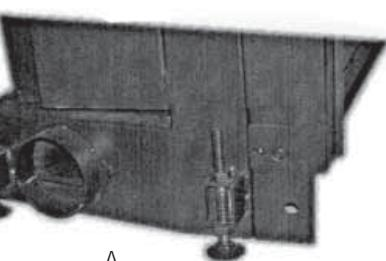

Abb. 6
DIE CRISTAL dürfen nur in Räumen montiert werden, in denen eine ausreichende Zufuhr von Verbrennungsluft vorhanden ist. Für einen einwandfreien Betrieb des Kaminofens ist es unbedingt erforderlich, dem Feuerraum die Verbrennungsluft durch ein Rohr bis zu den entsprechenden, an den Seitenteilen und hinter dem Kamin vorgesehenen Lufteintritten zuzuführen. Er ist mit einem Verbindungsstück (A) mit 12,5 cm Durchmesser ausgestattet, das an dem Lufteintritt, der benutzt werden soll, anzubringen ist (Abb. 6). Die Verbindung nach draußen muss einen durchgehenden Nutzquerschnitt von mindestens 125 cm² über ihren gesamten Verlauf beibehalten. Die zum Anschluss des biegsamen Rohrs zum Durchlauf der Verbrennungsluft nicht benutzten Stutzen müssen mit einem Deckel verschlossen bleiben. Falls die Luftmenge gering ist, und der Typ des Gebäudes, in dem der Kamin installiert ist, besonders luftdicht ist, wird es auf jeden Fall erforderlich sein, einen zusätzlichen Lufteintritt von 120 cm² (Ø 12,5) anzubringen.